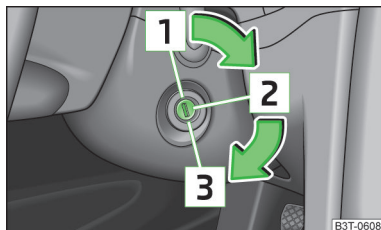

Fig. 134
- Durante la marcha con el motor parado, la llave de contacto ha de estar siempre en la posición 2 » fig. 134 de la página 145 (encendido conectado). Esta posición se indica por el encendido de algunos testigos de control en el cuadro de instrumentos combinado.
- El motor de arranque sólo se debe accionar estando parados el motor y el vehículo. Si se acciona el motor de arranque con el motor en marcha 3 » fig. 134 de la página 145, puede resultar dañado el motor de arranque y/o el motor del vehículo.
Motores de gasolina » fig. 134
Motores diésel » fig. 134
Si la **dirección está bloqueada** y no se puede girar la llave de contacto a la posición **2** » fig. 134 o resulta muy difícil, se debe mover ligeramente el volante hacia los lados para liberar el bloqueo de la dirección.
- Conecte el encendido **2** » fig. 134 de la página 145.
Para el motor girando la llave de contacto a la posición  » fig. 134 de la página 145.